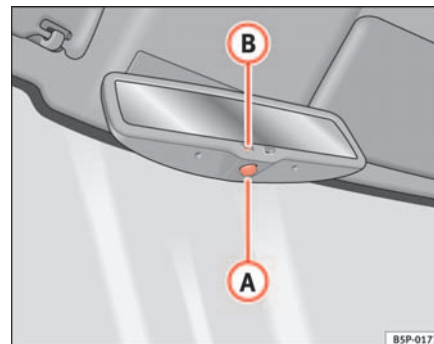

Abb. 88 Automatisch abblendbarer Innenspiegel
- Drücken Sie die Taste **A** ⇒ Seite 129, Abb. 88. Die Kontrollleuchte **B** erlischt.
- Drücken Sie die Taste **A** ⇒ Seite 129, Abb. 88. Kontrollleuchte leuchtet auf.